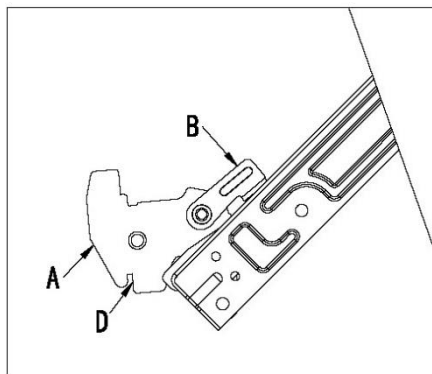

Fig.11-1
- Abra a porta completamente e levante as 2 alavancas “B” (fig.11-1);